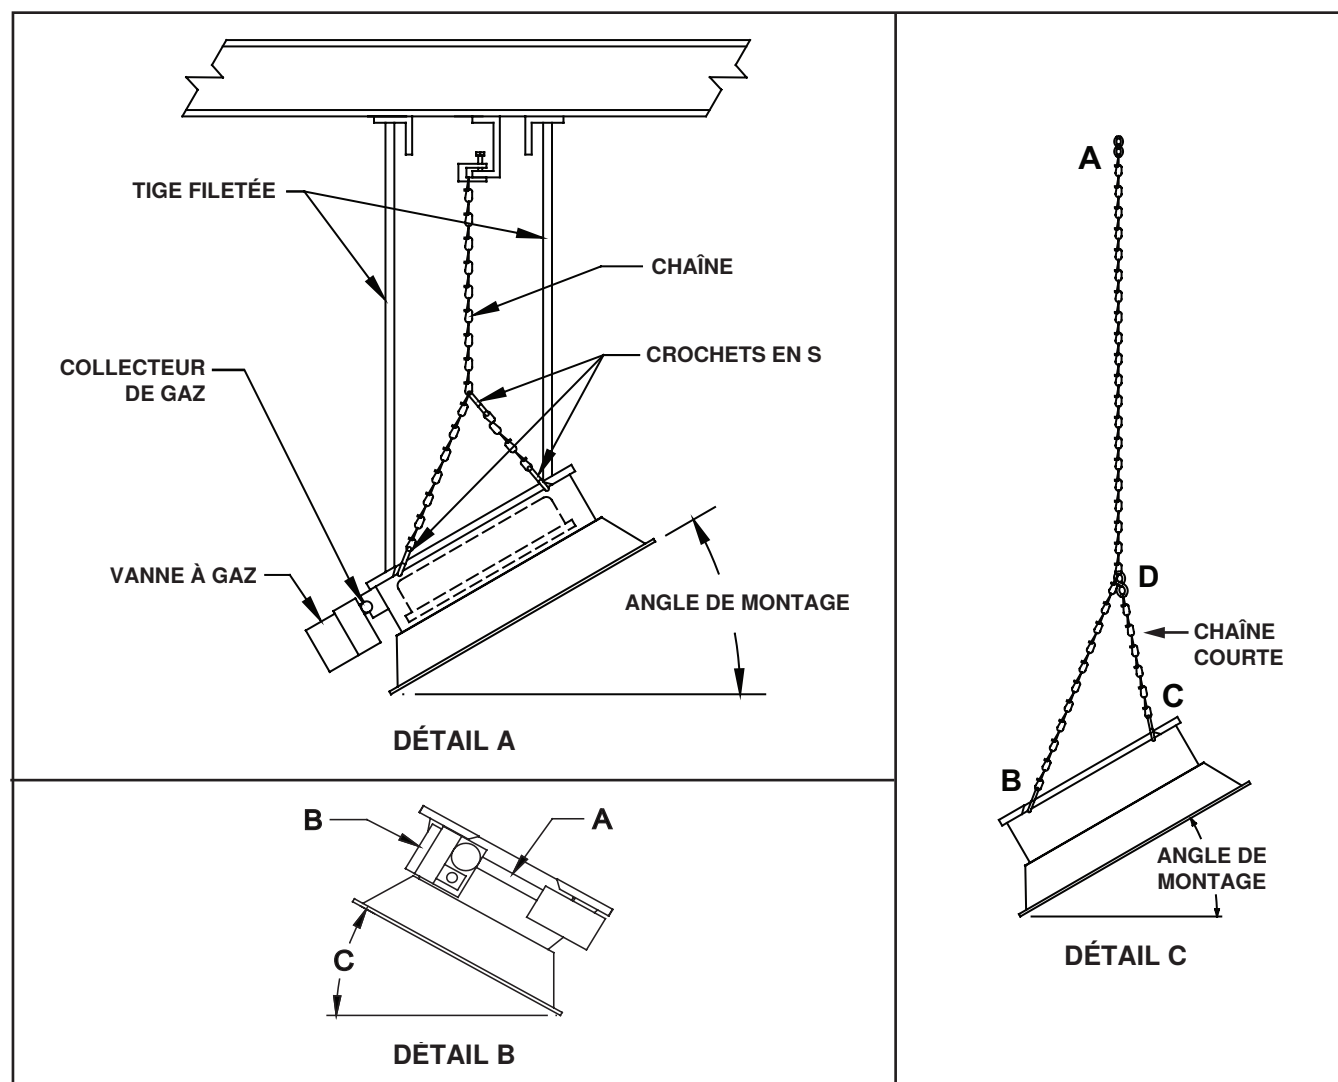

Figure 3. Montage de suspension
- Suspendez le radiateur avec le collecteur de gaz situé à l'extrémité inférieure à l'aide d'une tige filetée de 3/8 po (10 mm) pour un montage rigide ou d'une chaîne et de crochets en S pour un montage sur chaîne (voir Figure 3, DÉTAIL A). Une chaîne avec une charge de travail de 200 livres (91 kg) (1/0 Tenso) est recommandée. Les crochets en S doivent être faits d'un fil d'au moins 1/4 pouce (6.3 mm) de diamètre et doivent être fermés après l'installation.
- À titre exceptionnel, il est permis de suspendre les modèles à brûleur unique suivants avec la vanne de gaz situé à l'extrémité supérieure : unité RIHL taille 050 et unités RIHN tailles 030 et 060 (voir Figure 3, DÉTAIL B). Montez ces unités avec le collecteur de gaz (A) incliné vers le haut, la vanne de gaz (B) vers le côté haut et l'angle de montage de 5- to 30-degrés.
- Si le code local le permet, il est recommandé de suspendre le radiateur à l'aide d'une chaîne et de crochets en S (voir Figure 3, DÉTAIL C). Suspendez le radiateur comme suit en utilisant soit la chaîne et les crochets en S fournis dans l'option UE1 ou UE2, soit la chaîne et les crochets en S fournis sur place :